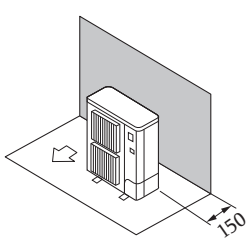

Fig. 2-2
① Շրջապատող իրեր՝ միայն հետևի մասում (Fig. 2-2)